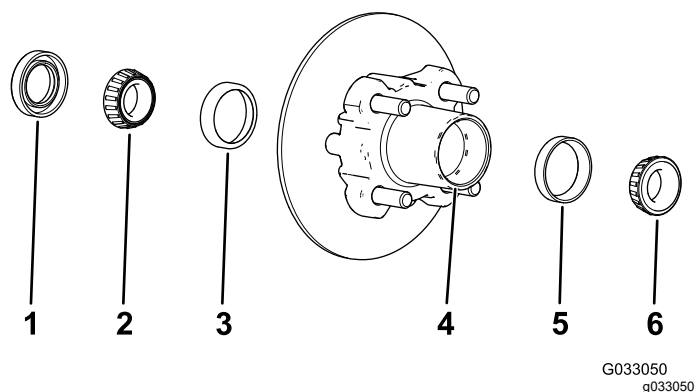

Figura 33
1. Retire el cojinete exterior y el anillo de rodadura del cubo (Figura 33).
2. Retire la junta y el cojinete interior del cubo (Figura 33).
5. Limpie el hueco del cubo para eliminar cualquier resto de grasa, suciedad y residuos (Figura 33).
7. Llene el hueco del cubo hasta un 50 a 80% de su capacidad con la grasa especificada (Figura 33).
8. Monte el cojinete interior sobre el anillo en el lado interior del cubo e instale la junta (Figura 33).